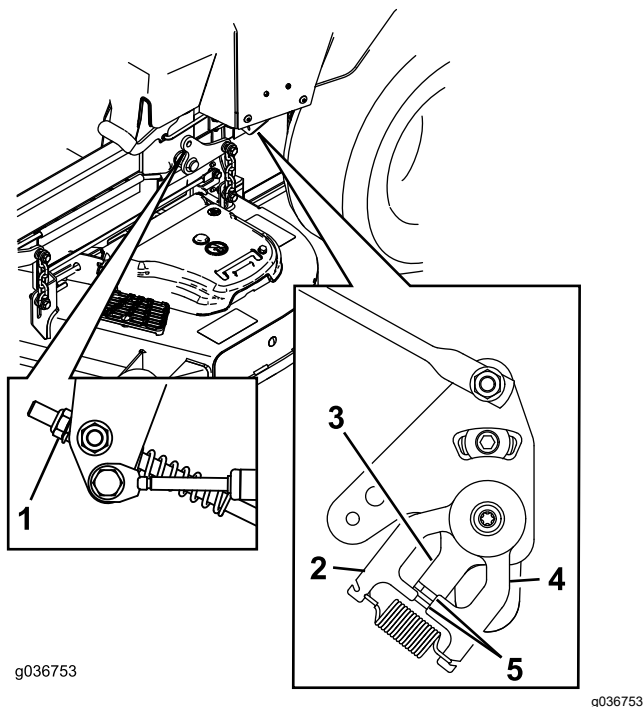

Figura 84
11. Ajuste la longitud de las varillas de control de las bombas girando la tuerca en el sentido apropiado, hasta que las ruedas se muevan ligeramente en marcha atrás (Figura 83 y Figura 84).